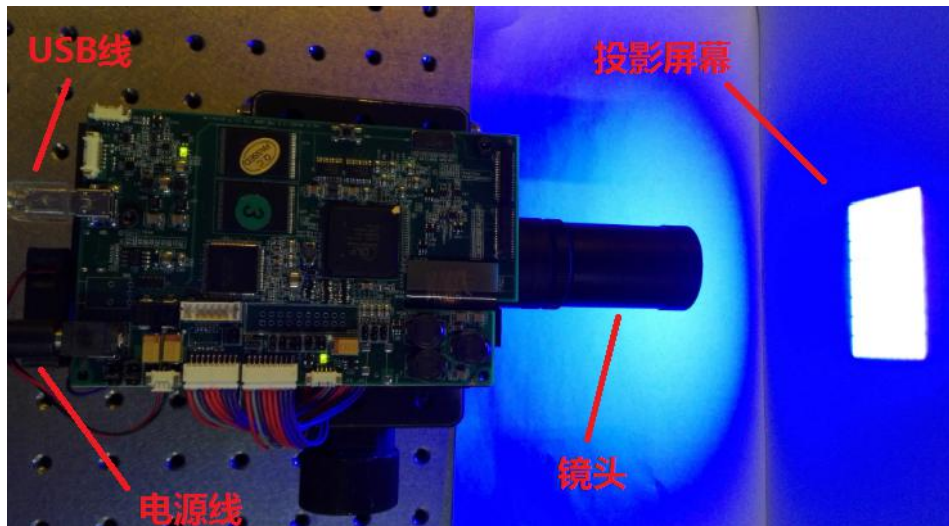

图 1
1. 将 PR04500 平放在工作平台上，接上电源线以及 USB 数据线（如图 1 所示）；